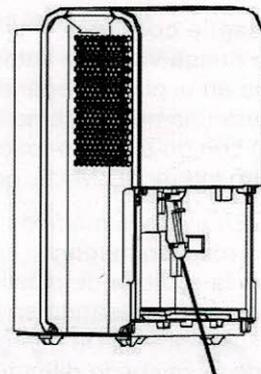

Figura 12
- Para limpiar el filtro de la bomba: Retire el depósito de la unidad, desmonte la bomba y limpie el filtro de la bomba (Vea la Figura 12).